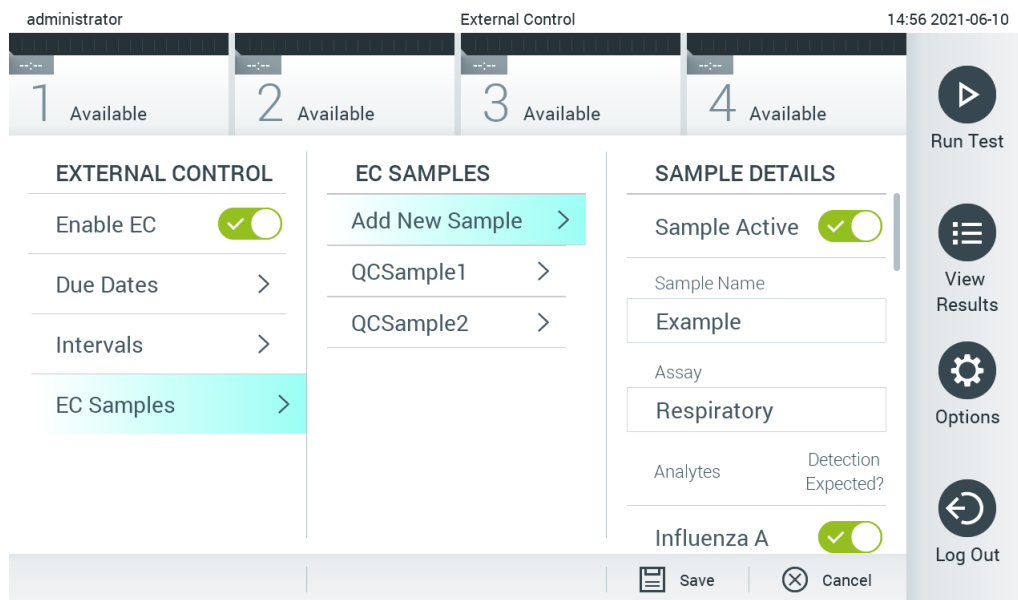

Figura 53. Tela EC Samples (Amostras de CE) de External Control (Controle externo).
5. Selecione **EC Samples** (Amostras de CE) para adicionar ou editar amostras usadas em um teste de External Control (Controle externo). Para adicionar uma nova amostra de EC (CE), pressione **Add new Sample** (Adicionar nova amostra) e, em seguida, continue a configuração na coluna direita (Figura 53, página seguinte). Para editar uma amostra de EC (CE), selecione uma da coluna do meio e continue a configuração na coluna direita.